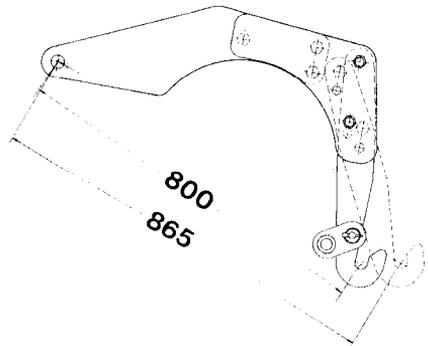

Fig. 48
sind Unterlenkerarm und Verstellhaken nach Fig. 48 zu verwenden. Der Oberlenker hat eine Einstelllänge von 790 bis 1220 mm.
- b) Kombinationen mit Packerwalze PW 500 nach Fig. 48